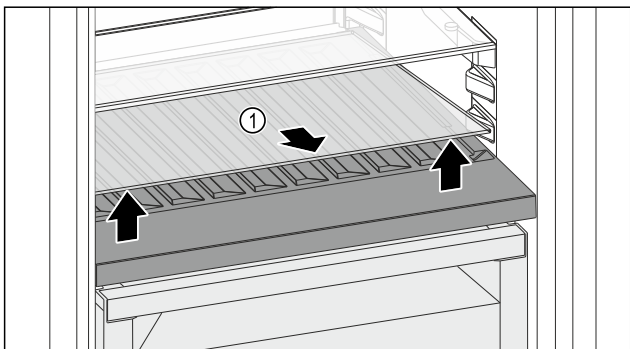

Fig. 141
- ▶ Повдигнете стъклената плоча Fig. 141 (1) при прореза отпред и извадете.
- ▶ Съхранявайте стъклената плоча Fig. 141 (1) на сигурно място извън уреда.